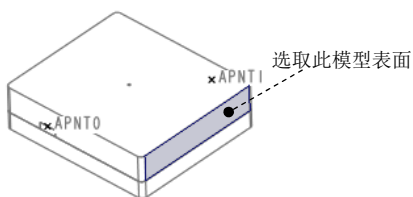
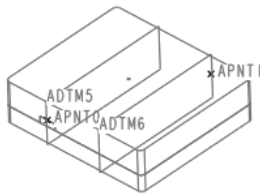

图 31.62 定义基准面参考
图 31.63 基准面
Step4. 创建基准面。选择图 31.62 所示的模型表面为平行参考平面，选择 APNT0 为穿透点，创建基准面 5；选择图 31.62 所示的模型表面为平行参考平面，并选择 APNT1 为穿透点，创建基准面 6，然后单击 **确定** 按钮完成基准面的创建，如图 31.63 所示。
(1) 单击 **模型** 功能选项卡 **基准** ▾ 区域中的 按钮，系统弹出“坐标系”对话框。
(2) 定义坐标系参考平面。选择图 31.64 所示的表面 1、图 31.63 所示的 ADTM5 和图 31.64 所示的表面 2 为坐标系的参考平面。